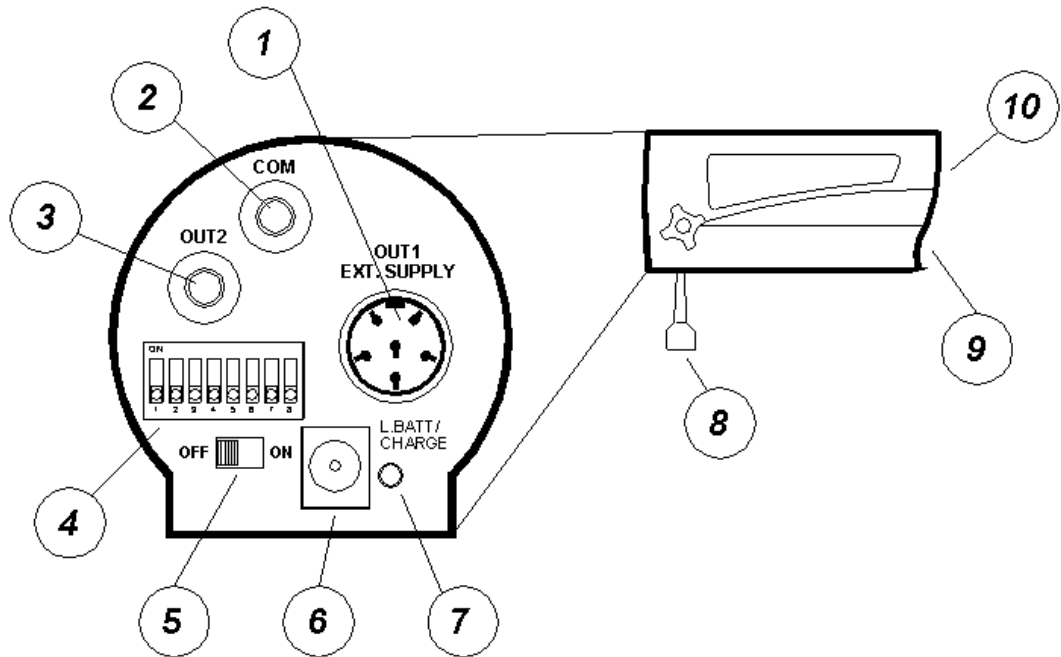

Figura 1
- tensión de recarga : tensión aplicada al jack de recarga, Figura 1 n°6. La tensión tiene que estar comprendida entre los 8V y los 13V, el empleo de tensiones superiores a los 13V es sumamente desaconsejado; con tensiones superiores un elemento de protección, (varistor), interrumpe el circuito de alimentación. El circuito es restablecido en el caso de que las condiciones de tensión vuelvan a estar dentro del rango operativo.
- tensión de alimentación : tensión aplicada a la fotocélula a través de la toma Amphenol de 6 polos, Figura 1 n° 1. La tensión tiene que estar comprendida entre los 5V y los 12V. También en este caso existe una protección similar a la del punto anterior.
En el caso de querer recargar inmediatamente el acumulador, sin efectuar previamente la operación de descarga completa poner el interruptor (Figura 1 nº 5) en ON y volver a ponerlo rápidamente en OFF. El programa de gestión de la recarga no efectuara el proceso de descarga (paso 2). La recarga directa del acumulador sin efectuar previamente su total descarga, se debe realizar solamente en circunstancias excepcionales pues acorta la vida útil de las baterías.